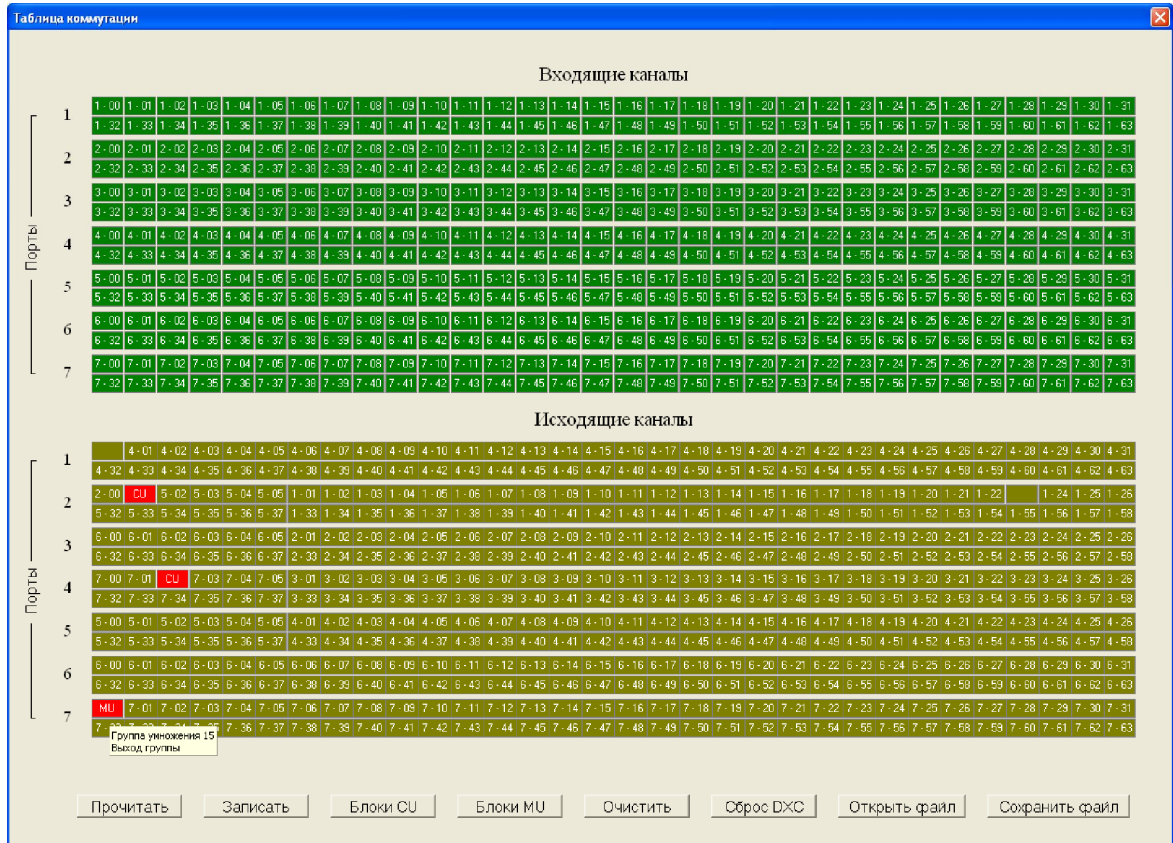

Рисунок 20
5.3.5.1 Очистка таблицы коммутации осуществляется путем нажатия кнопки “Очистить” (см. рисунок 20). Появляется следующее окно: